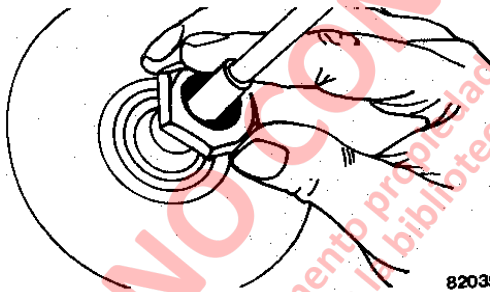

FIGURA 3-20 MONTAJE DEL VASTAGO DE LA VALVULA
7. Coloque la placa de identificación sobre el vástago de la válvula e instale la tuerca del vástago de la válvula con la mano (Figura 3-20). Saque la varilla de extracción del cilindro.